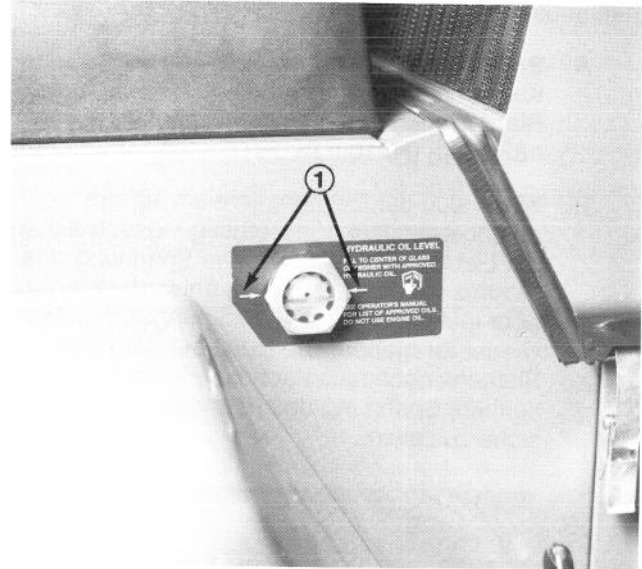
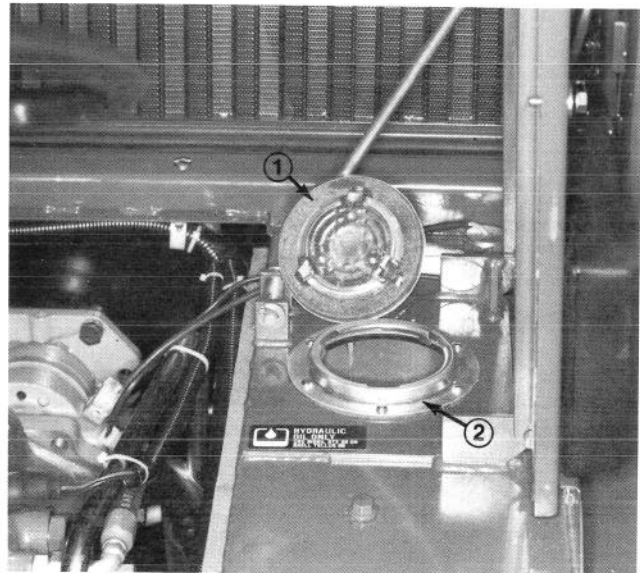

Bild 43
Bild 44
Sichtglas stehen (Bild 43). Bei niedrigem Ölstand Öl einfüllen. Siehe Hydraulikölspezifikationen (Seite GR-7).
2. Die Reservoirabdeckung (Bild 44) und Umgebung reinigen. Die Abdeckung entfernen und so viel Hydrauliköl einfüllen, bis der Ölstand die Pfeile im Sichtglas (Bild 43) erreicht.
4. Den Ölstand bei angehobenen Mähspindeln und betriebswarmem Öl am Sichtglas (Bild 43) prüfen. Wenn der Ölstand nicht mit den Pfeilen abgeglichen ist, genug Öl nachfüllen, bis dieser Ölstand erzielt ist. Das Reservoir nicht bei kaltem Öl voll auffüllen.
6. In das Sichtglas schauen (Bild 43). Bei betriebswarmem Hydrauliköl muß der Ölstand jetzt die Pfeile erreichen. Bei niedrigerem Ölstand, Öl in das Reservoir einfüllen. Siehe Hydraulikölspezifikationen (Seite GR-7).